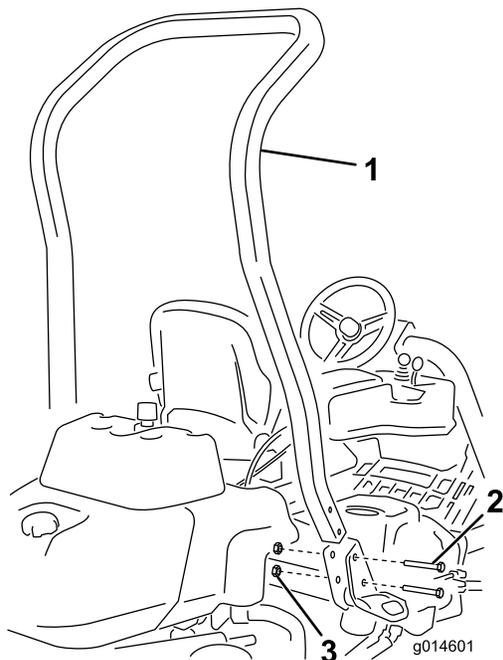

図 3
3. 機体の左右にあるポケットにROPSを差し込み、ボルト $\frac{1}{2}$ " x  $3\frac{3}{4}$ "4本とフランジナット4本 $\frac{1}{2}$ "で固定する 図 3。